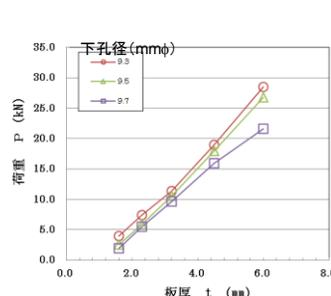

図3 引張強度：板厚と最大荷重
- **引張強度**：板厚が厚くなるにつれて最大荷重は大きく増大し、下孔径が小さくなるにつれて最大荷重が増加（図3）